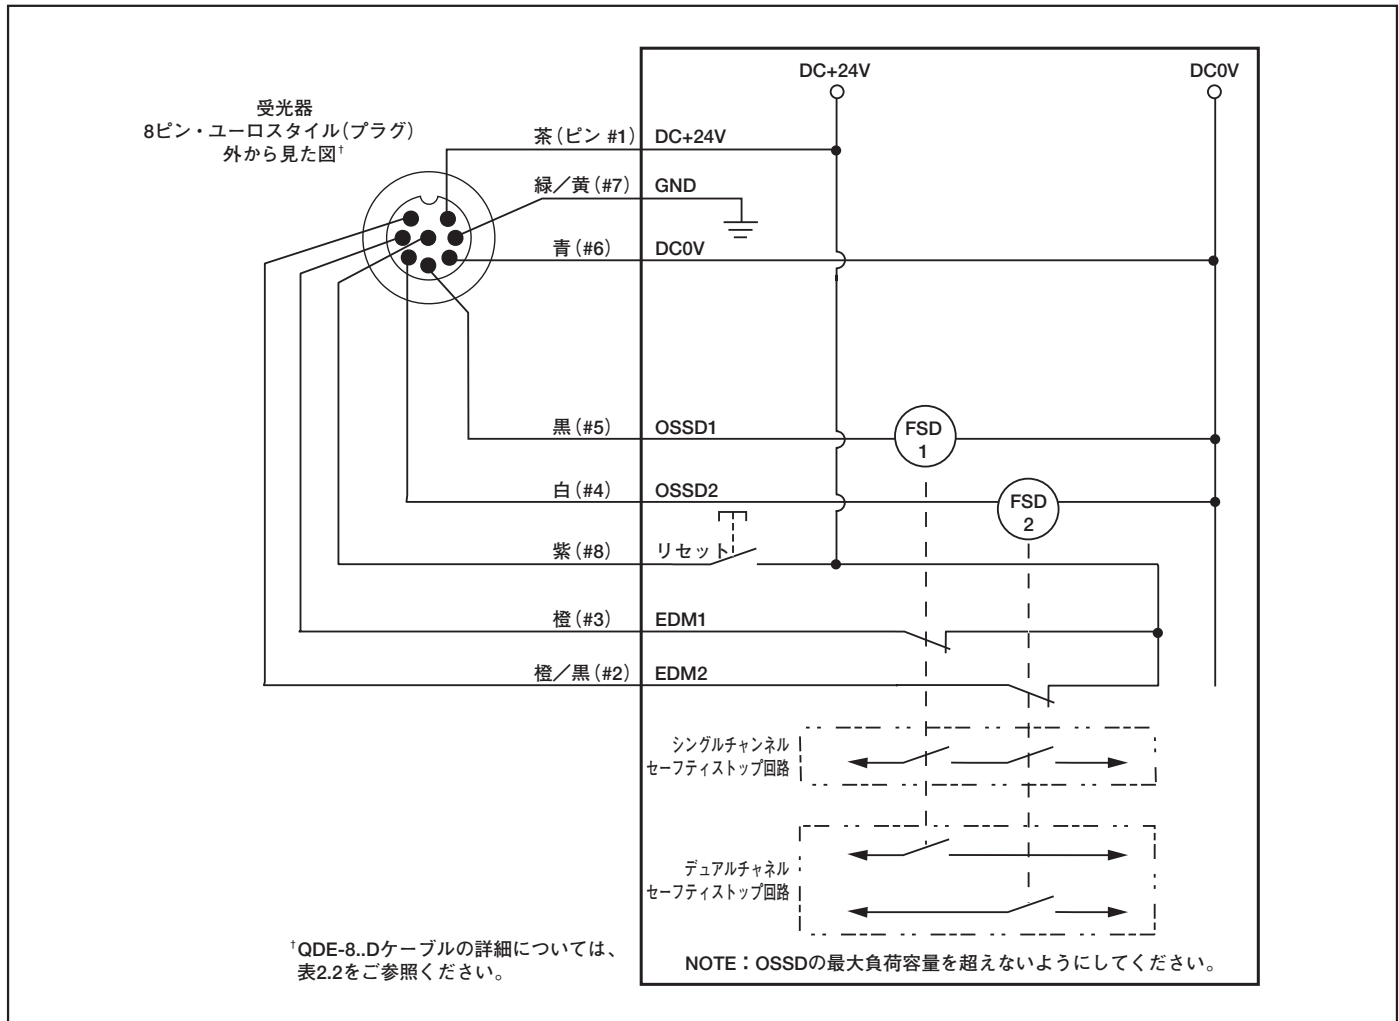

Fig.3-18 一般的な接続 — FSD(2ch EDM、マニュアルリセット)
一般にこれは、OSSDがOFFになるとき最終段開閉素子 (FSD:Final Switching Device) によって行われます。Fig.3-18をご参照ください。
セーフティストップでは、MPCEの電源が遮断され動作が停止する結果となる安全防護プロセスにおいて、決められたとおりに動作を中断できます (ただし、このことで別の危険が生じないことが前提です)。一般にセーフティストップ回路は、強制ガイド式リレー、機械的に結合したリレーの少なくとも2つのノーマルオープン (N.O.) 接点で構成されます。これらの接点を (EDM: 外部デバイスモニタリングによって) モニタして特定の故障を検出し、安全機能が失われることを防止できます。このような回路は、セーフ・スイッチ・ポイントと呼ばれます。一般にセーフティストップ回路は、最低2つのN.O.接点の直列接続である1ch (シングルチャンネル) であるか、2つのN.O.接点の個別接続である2ch (デュアルチャンネル) のいずれかです。どちらの方法でも安全機能の基本は、二重化された接点を使用して単一の危険を制御することです (一方の接点をONにできない場合は、他方の接点によって危険が検出され次のサイクルの発生が防止されます)。Fig.3-18をご参照ください。
**外部デバイスモニタリング:** 各FSDとMPCEの1つのノーマルクローズの強制ガイド式モニタ接点をEDM入力に接続することを強く推奨します (Fig. 3-18、3-19、および3-20参照)。この接続を行うと、MPCEの適正な動作が保証されます。MPCE接点のモニタは、「信頼できる制御」を維持する方法の1つです。
まだ接続していないのであれば、再度、モニタリング回路に示すように各FSDとMPCEの1つのノーマルクローズの強制ガイド式モニタ接点をEDM入力に接続することを強く推奨します (Fig. 3-18、3-19、および3-20参照)。これが完了すると、FSDとMPCEの適正な動作が確認されます。MPCE接点のモニタは、「信頼できる制御」を維持する方法の1つです (下記の外部デバイスモニタリングに関するNOTE参照)。
これらの要件を満たす一般的な方法は、セクション3.5.2の説明のように外部デバイスモニタリングに2チャンネル制御を使用し、各MPCEのノーマルクローズの強制ガイド式接点をセクション3.5.3とFig. 3-18、3-19に示されているように接続することです。
- **2チャンネルモニタリング**は、EZスクリーン・システムにより制御される各装置から強制ガイド (機械的に接続) されるノーマルクローズのモニタ接点の個別接続です。モニタ接点は、対応するOSSD出力の状態が変化したとき (ONまたはOFFに変化したとき) 200ms以内に状態が変化しなければならず (どちらもオープンまたはクローズ)、そうならない場合はロックアウトとなります (自己診断、セクション5.1参照)。2チャンネルEDMの接続については、Fig.3-18または3-19をご参照ください。モニタ接点をDC+24VとEDM1 (ピン3) の間とDC+24VとEDM2 (ピン2) の間に接続してください。セクション4.2の指示に従って、DIPスイッチを「E2」に設定します。